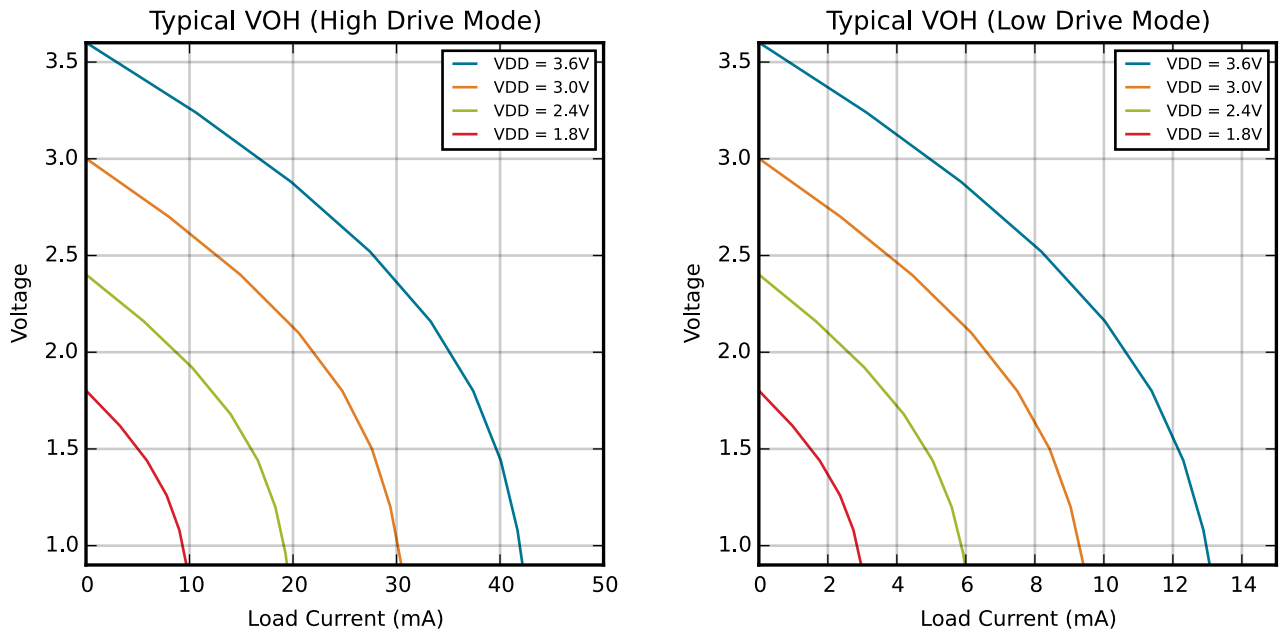
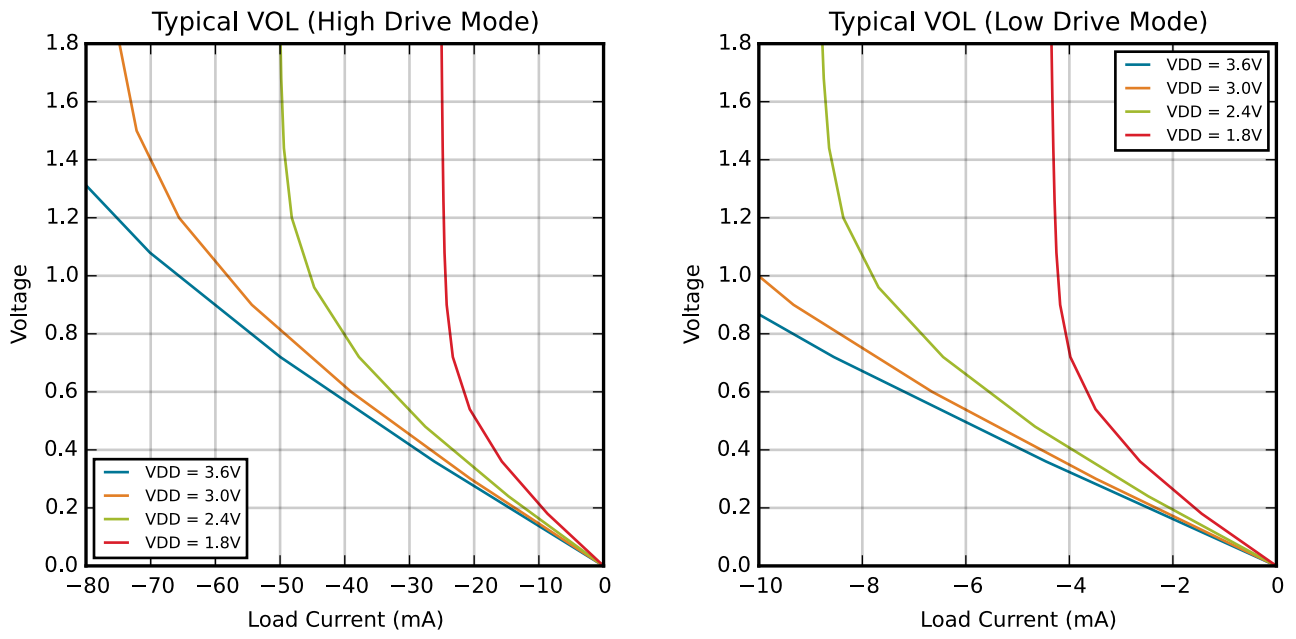

Figure 4.3. 常见  $V_{OH}$  曲线
Figure 4.4. 常见  $V_{OL}$  曲线
1. See Figure 4.3 常见 V OH 曲线 on page 28 and Figure 4.4 常见 V OL 曲线 on page 29 for more information.